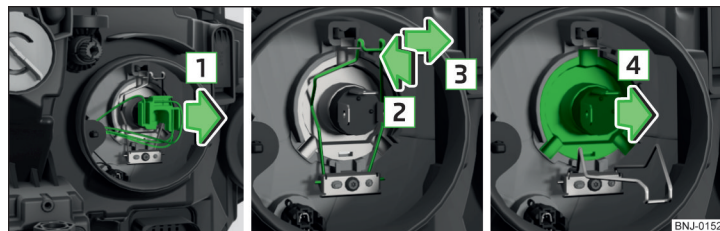

Fig. 299 Sustituir la bombilla para luz de cruce y de carretera
- » Presione el enclavamiento del conector y retire el conector con sacudidas en la dirección de la flecha **1** » fig. 299.